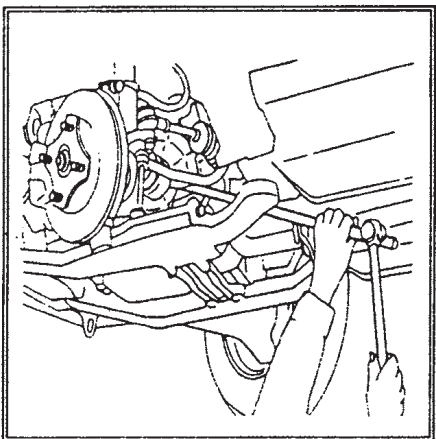

Рис.227.
* На моделях с механической коробкой передач установите рычаг между шарниром вала привода и корпусом коробки (см. рис.227), ударяя молотком по концу рычага, выводите вал из зацепления. Не повредите при этом сальник коробки передач.